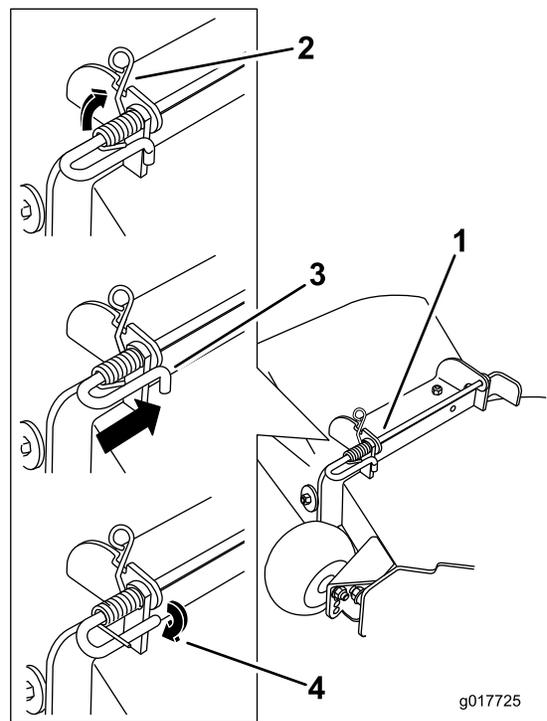

Figure 72
5. Soulevez le côté avec la boucle du ressort et placez-le dans le cran du support de déflecteur (Figure 72).
6. Fixez l'ensemble tige et ressort en le tournant de sorte à pouvoir placer l'extrémité courte de la tige derrière le support avant soudé au tablier de coupe (Figure 72).